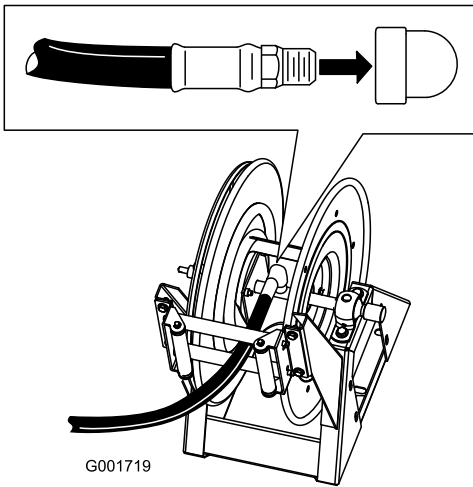

图 51
1. 在长软管的接头螺纹施用聚四氟乙烯密封材料然后将接头安装到软管卷上的连接管内图 51。